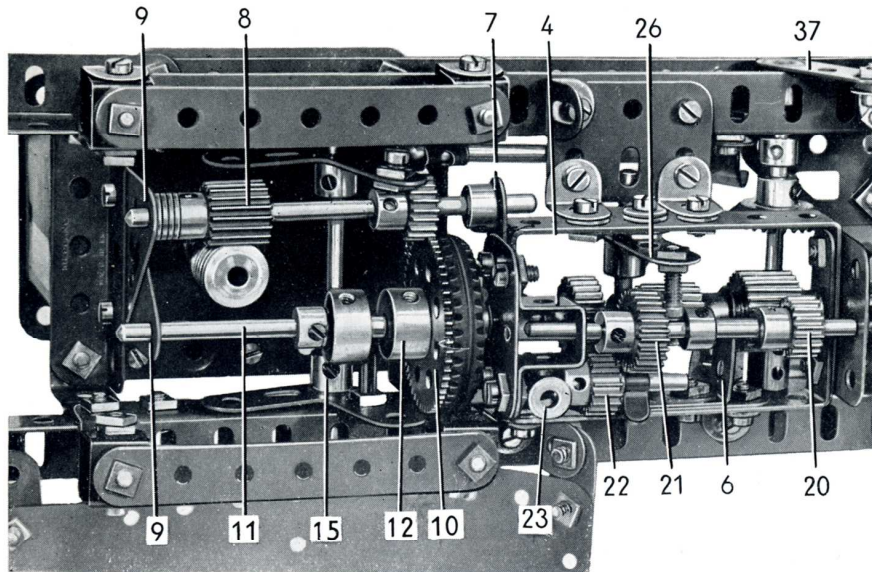
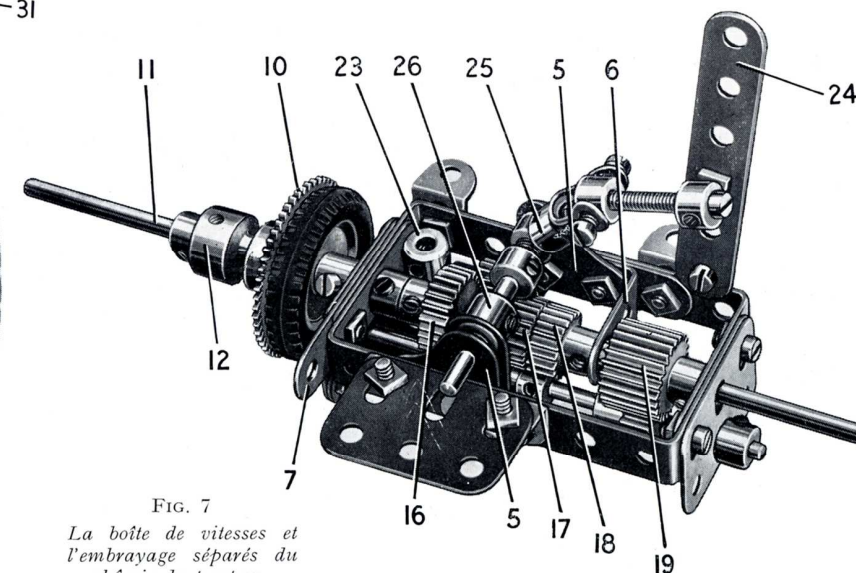

FIG. 4 *Le moteur universel, l'embrayage et la boîte de vitesses vus de dessus.*
FIG. 7
Un moteur électrique universel est fixé sur une cornière de 5 trous boulonnée sur l'un des longerons du châssis et il est réuni à l'autre longeron par deux équerres renversées de 12 mm. La structure de la boîte de vitesses est constituée par deux bandes coudées de 75×38 mm. fixées l'une sur l'autre par leurs rebords, et une poutrelle plate de trois trous est fixée à chaque extrémité par des boulons qui passent dans ses trous allongés. Sur l'une des poutrelles plates est fixé un cavalier (fig. 4) et sur chaque bande coudée est boulonné un petit gousset d'assemblage (5) (fig. 7). Une équerre de 25×25 mm. (6) est fixée sur l'un des côtés de la structure de la boîte, mais en est tenue écartée par une bande de trois trous. Une bande de 4 trous (7) est fixée à l'une des extrémités.
Deux équerres sont également boulonnées sur l'un des côtés de la structure de la boîte, et ces pièces sont fixées directement sur le longeron du châssis. Deux autres équerres sont tenues écartées de l'autre côté de la structure par une rondelle placée sur chaque boulon, et une poutrelle plate de 3 trous boulonnée sur ces équerres (fig. 4) est fixée sur le châssis.
La tringle (11) (fig. 4) porte à l'intérieur de la boîte de vitesses une bague d'arrêt, un pignon de 25 dents (16) et un pignon de 19 dents (17). La tringle dépasse d'environ 6 mm. au-delà du pignon (17) dans un pignon de 19 dents (18) monté sur l'arbre entraîné. Cet arbre est une tringle de 6 cm. qui passe dans l'une des extrémités de la structure de la boîte de vitesses et dans l'équerre de 25×25 mm. (6), et il porte également un pignon de 25 dents et de 12 mm. de largeur (19).
Le déplacement de l'arbre intermédiaire est commandé par un levier (24) (fig. 7) qui est formé par une bande de 6 trous fixée à l'aide de contre-écrous sur le châssis par son extrémité inférieure. Une bague d'arrêt est vissée sur un boulon fixé
sur le levier par un écrou, et un boulon de 28 mm. fixé sur la bague d'arrêt est également fixé dans un accouplement à cardan (25) (fig. 7). Un boulon de 9,5 mm. qui passe dans le moyeu de l'accouplement à cardan, est vissé dans une bague d'arrêt fixée sur une tringle de 5 cm. qui passe dans les goussets d'assemblage (5). Un bras de manivelle (26) est fixé sur la tringle, et un ressort de compression est logé entre le bras de manivelle et l'un des goussets d'assemblage (5), et un boulon de 12 mm. tenu sur le bras de manivelle par deux écrous vient se loger entre le pignon (21) et la bague d'arrêt montée sur l'arbre intermédiaire (fig. 8).
La vitesse supérieure est obtenue en faisant coulisser l'arbre intermédiaire, de façon que le pignon (21) (fig. 4) engrène avec les pignons (17) et (18) (fig. 7). La seconde vitesse s'obtient en faisant engrener le pignon (19) (fig. 7) avec le pignon (20) et le pignon (21) avec le pignon (17). La marche arrière s'obtient en faisant engrener le pignon (19) avec le pignon (20) et le pignon (21) avec le pignon (22) qui est en contact constant avec le pignon (16).